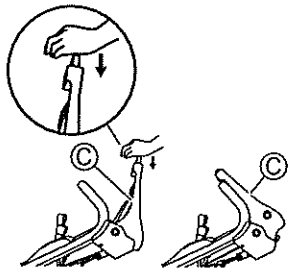

Abb. 17.
3 Drücken Sie den Klinsenhebel (C) nach vorne und drücken Sie gleichzeitig dessen gelben Knopf. (Siehe Abb. 17.) Die Klinge beginnt, sich zu drehen.